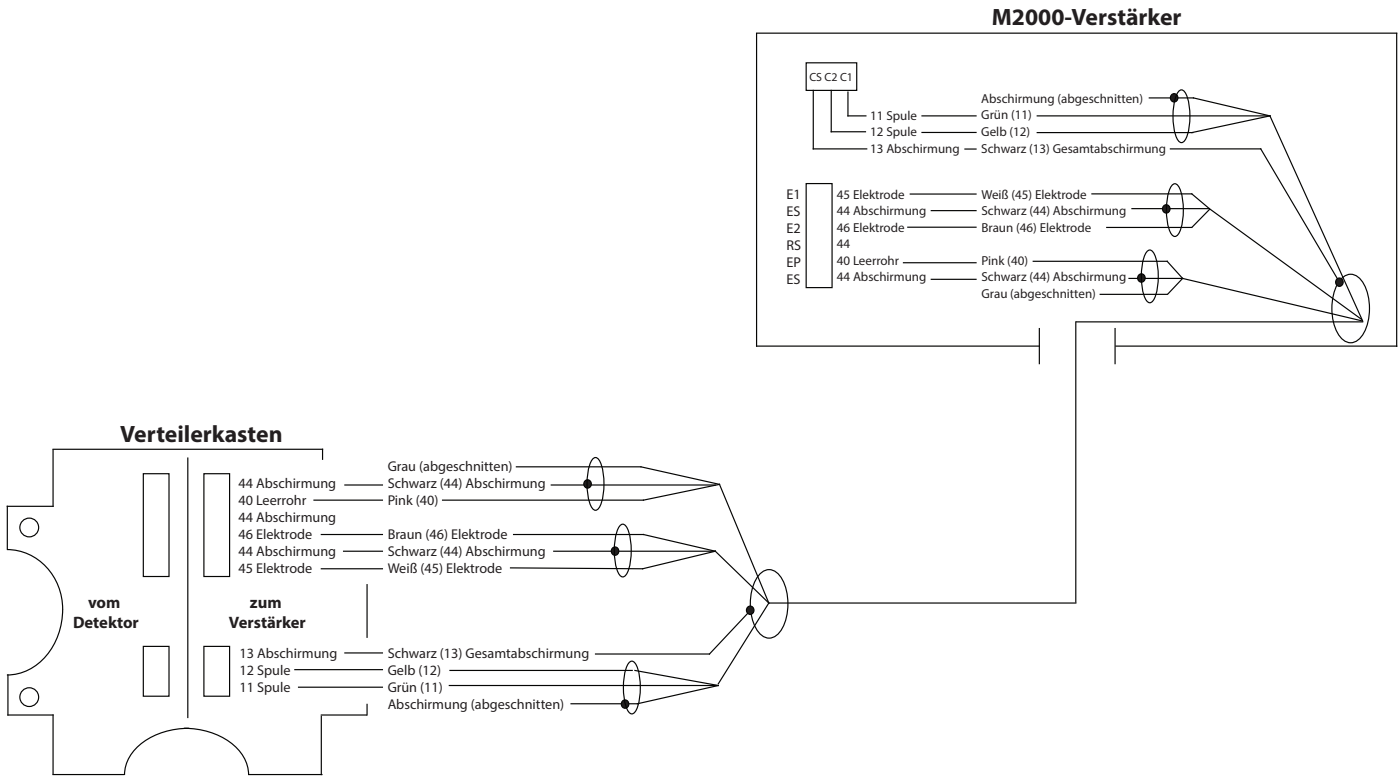

Abbildung 20: Verkabelung für externe Konfiguration
3. Wie in *Abbildung 20 auf Seite 20* gezeigt anschließen.
1. Den Deckel des Verteilerkastens entfernen. Vorsichtig die Drähte, die an den Klemmleisten angeschlossen sind und zum M2000-Messumformer führen, entfernen. Eine Übersicht der Kabelfarbe für die Klemmenverbindungen finden sie bei *Abbildung 20 auf Seite 20*.